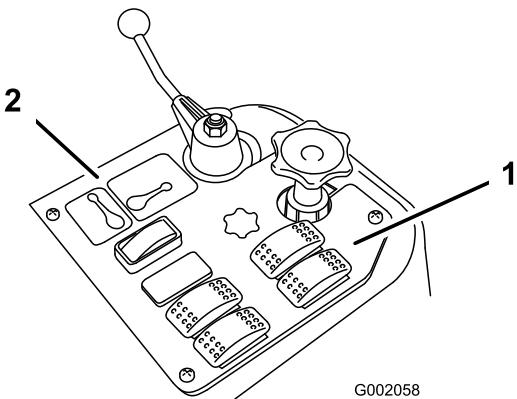
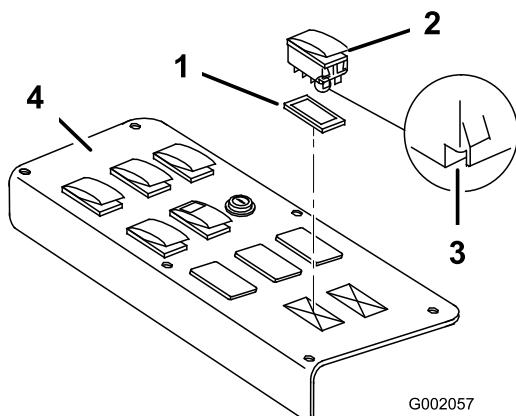

图24
图25
- 从车辆的喷洒控制面板上提起并拆下 2 个栓塞，然后在空出的位置安装 2 个摇臂开关（请参阅图24对于 Multi Pro 1200 和图25对于 Multi Pro 1250）。
注意： 确保开关的方向与图25 所示的一致，使槽口指向车辆的后部。